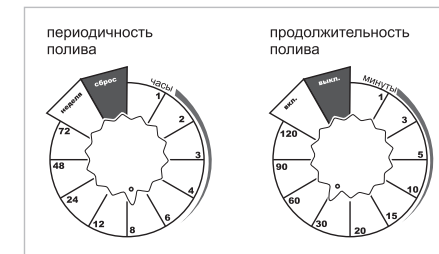

Рис. 4
- Настройте периодичность полива от 1 часа до 7 дней (см. Рис. 4)
- Настройте продолжительность полива от 1 до 120 минут (см. Рис.4)